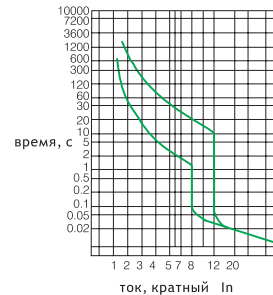

Рис. 1
4.2.6. Время - токовые характеристики выключателей с расцепителями тока перегрузки приведены на рис.1